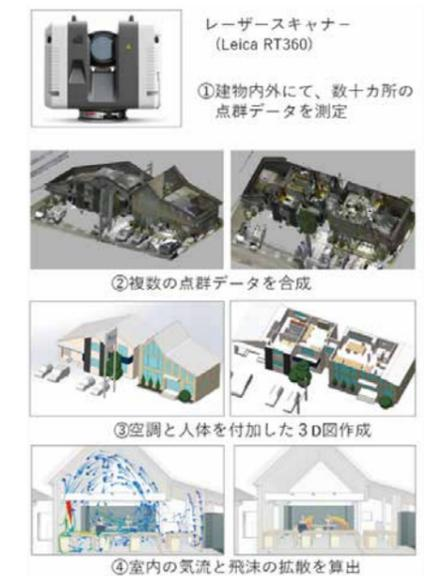

図1 飛沫可視化システムの作業手順
図1に示す本システムは、レーザーキャナー①により対象物の複数カ所の点群データを撮影後、これらの点群データを合成することで建物全体の空間モデル②を作成します。これを基に空調および人体モデルを付加した3Dモデル③を作成し、CFDによる室内の気流および温度のシミュレーションを行うとともに、人体モデルから発生した飛沫の拡散シミュレーションを行います。オフィスを対象にした計算結果の例を④に示します。